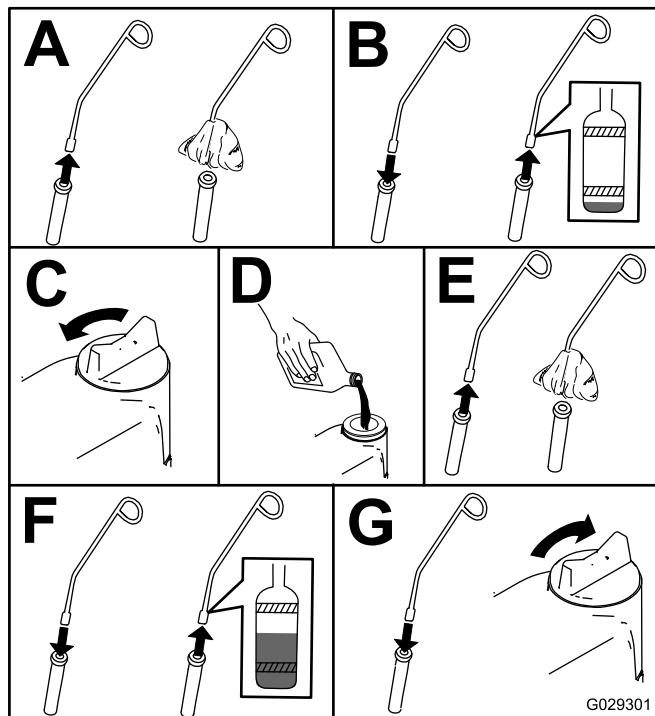

Figura 47
3. Verifique o nível de óleo do motor, conforme se mostra na Figura 47.